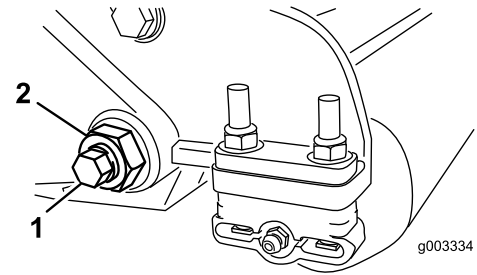

图30
3. 在机器的两侧，松开固定底刀架螺栓（图30）的锁紧螺母。
4. 拆下两个底刀架螺栓，向下拉动底刀架并从机器螺栓（图30）上拆下来。